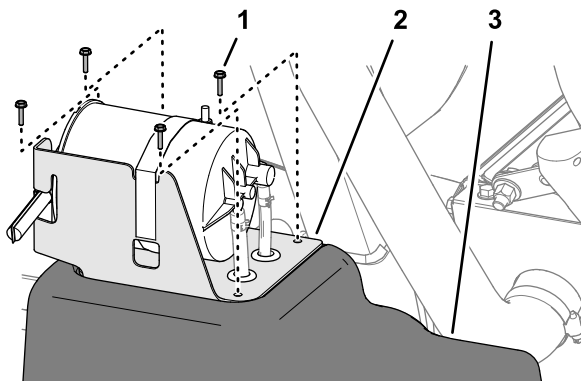

図 116
2. 燃料タンク部分で、カーボンキャニスタ用ブラケットを燃料タンク上部に固定しているねじ#10 x ¾" 4本を外す 図 116。